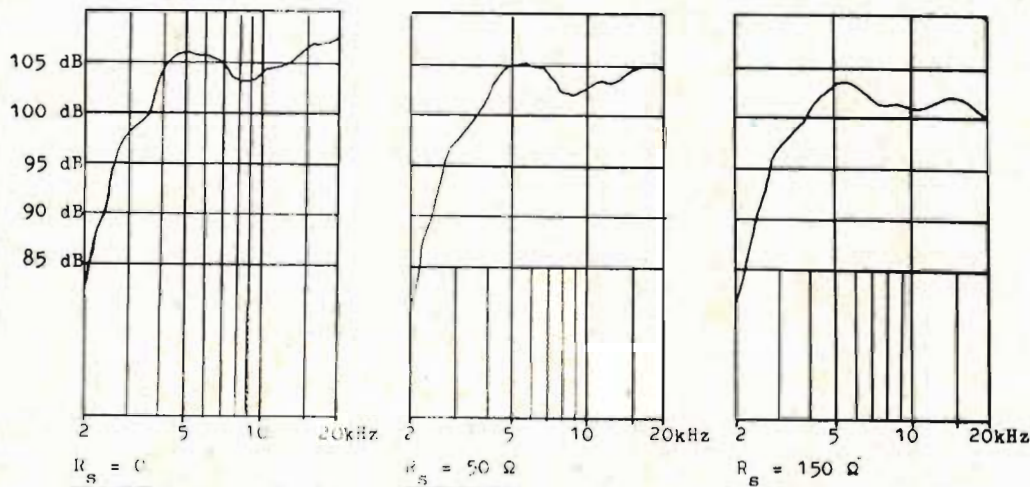

Fig 5. Typiska frekvenskurvor.
- Rak frekvensgång: ± 2 dB mellan 3,8 och 27 kHz (fig 5).